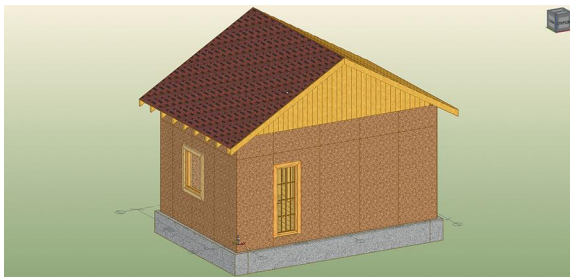

рис. 134
4. Щелчком левой кнопки мыши сделайте текущим видовое окно № 4 и укажите пластъ **ската 1**. На экране появится заполнение черепицей (рис. 134).